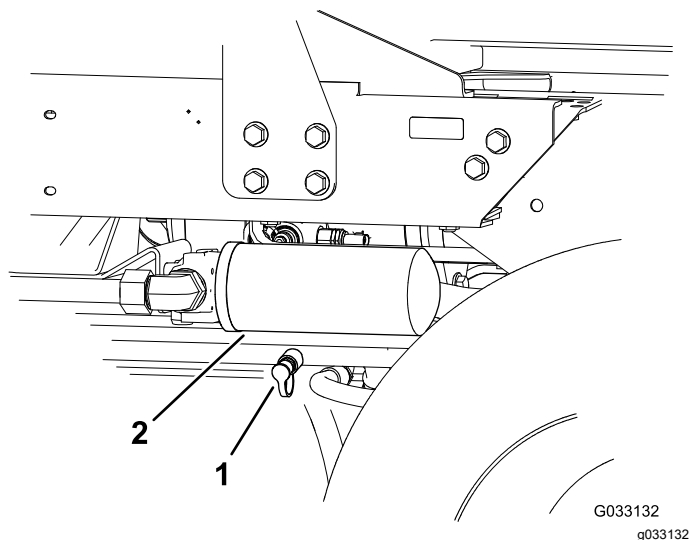

Рисунок 76
2. Подсоедините гидравлический шланг между диагностическими штуцерами, установленными в задний тяговый коллектор и в контрольное отверстие давления обратной тяги (**Рисунок 76**).